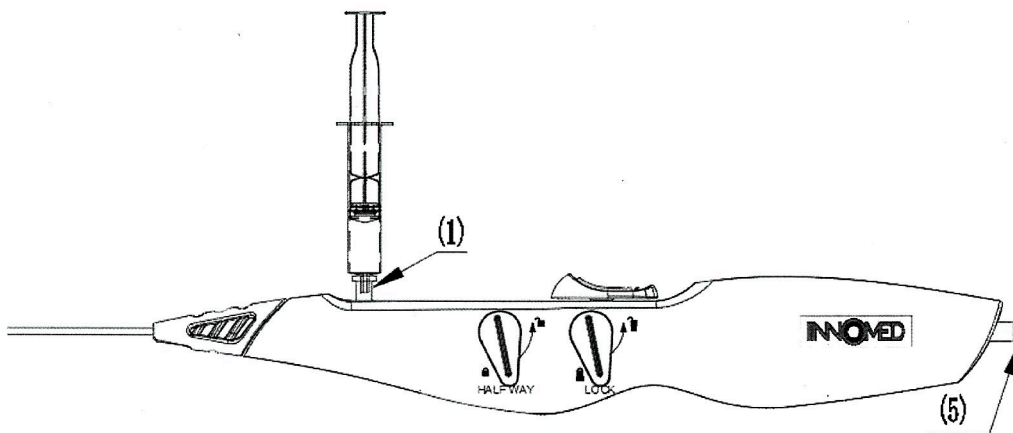

Figura 7. Limpiar sistema de stent
- d. Enjuagar la cavidad inyectando solución salina fisiológica heparinizada desde la válvula de descarga (1) y la válvula de descarga (5). Consultar figura 7.